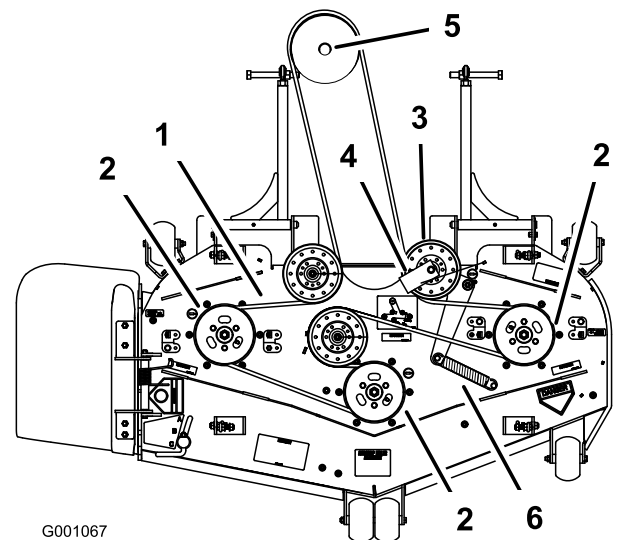

Figura 71
8. Pase la correa nueva alrededor de las poleas del cortacésped y de la polea de la caja de engranajes, debajo del motor (Figura 71).
9. Instale la guía de la correa en la polea tensora a resorte con un ángulo de 45 grados, según se muestra en Figura 71. Apriete el perno a 37–45 N·m.
10. Instale el muelle tensor en los dos postes (Figura 71).